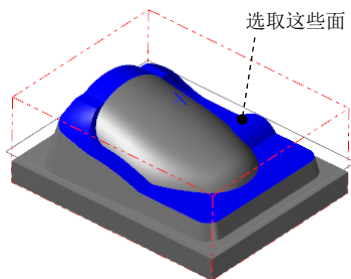

图 17.17 选取干涉曲面
(2) 选取干涉曲面。单击 **检测** 区域中的  按钮，然后选取图 17.17 所示的面，单击“标准选择”工具栏中的  按钮，完成加工区域的设置，系统返回至“刀具路径的曲面选取”对话框。
(3) 单击  按钮，系统弹出“曲面精加工环绕等距”对话框。